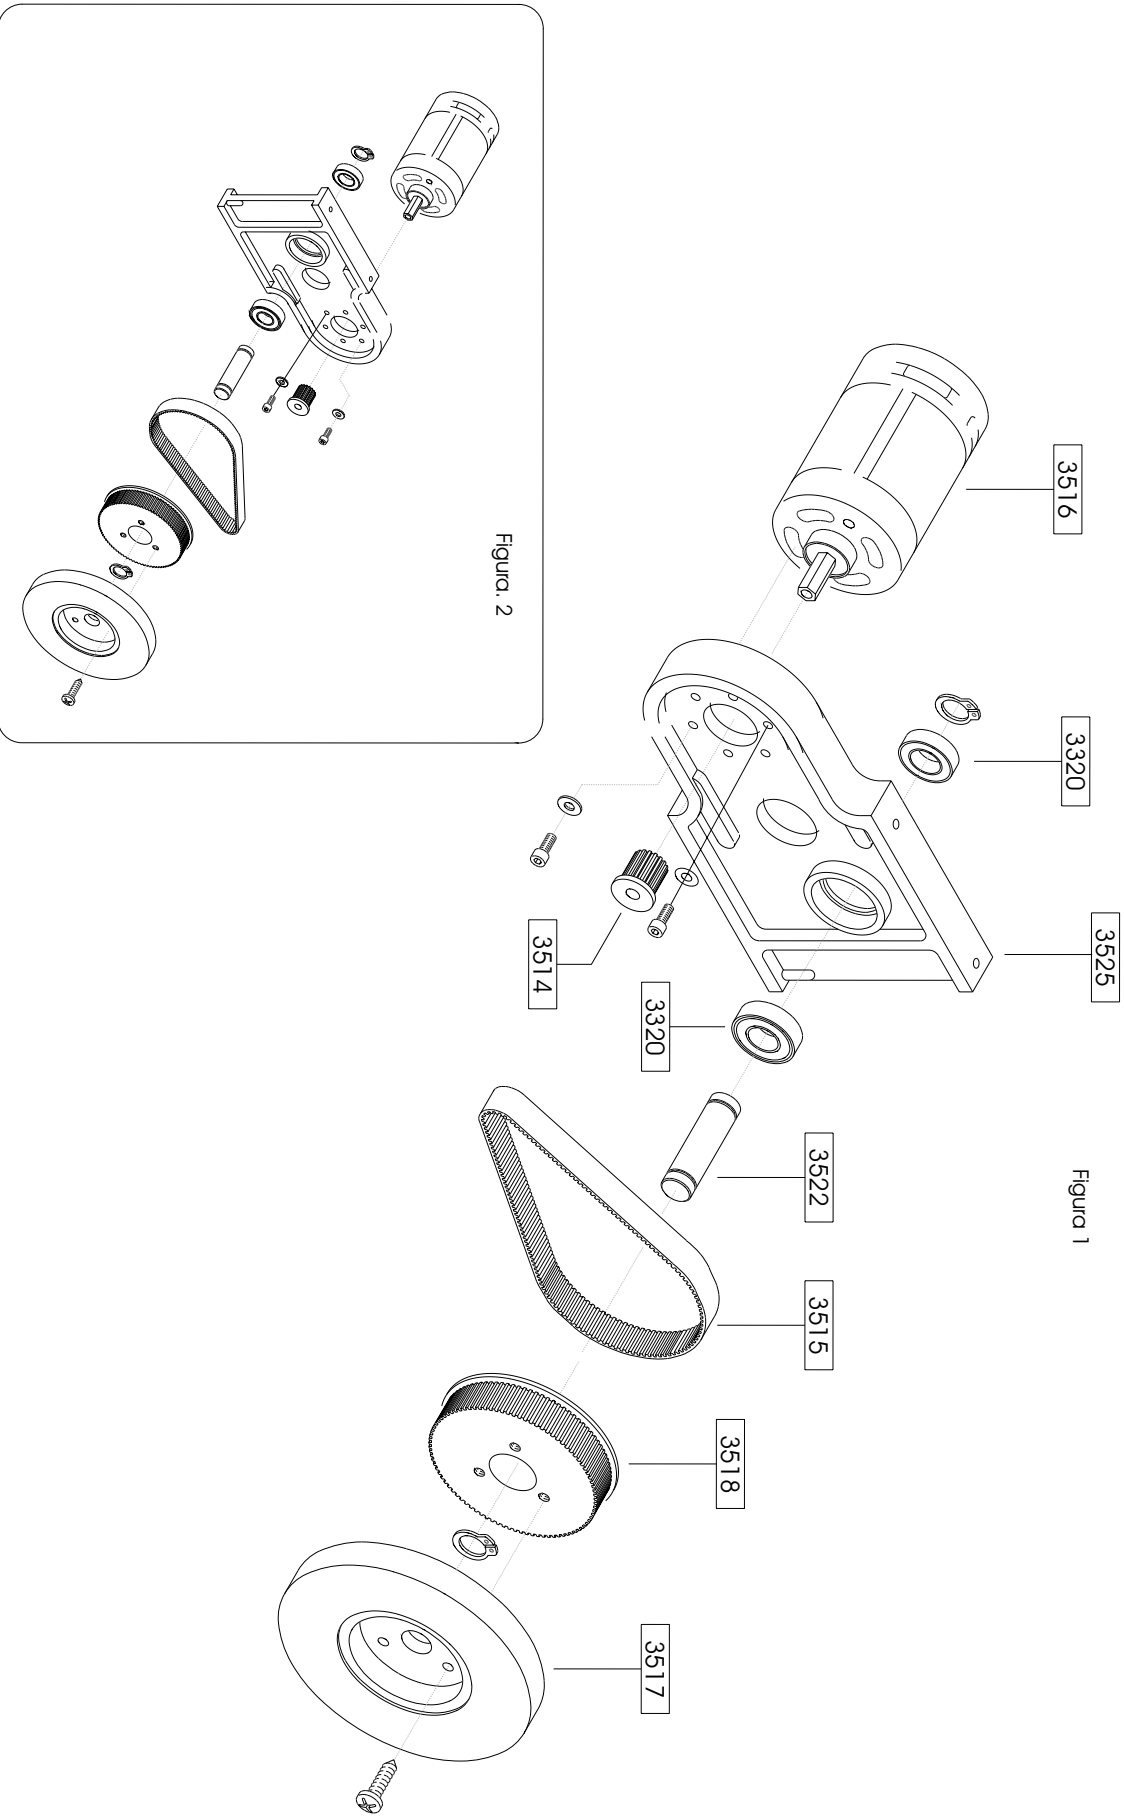

Figura 1
2. Montare il complessivo, come indicato nella figura 1, sul supporto 3525.